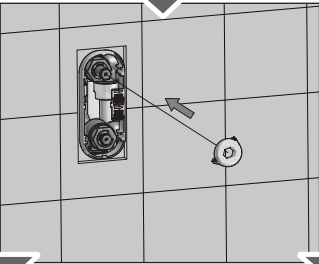
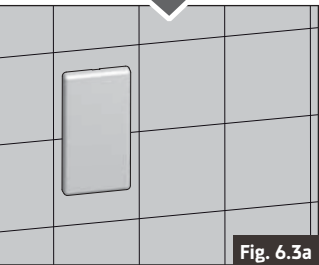

Fig. 6.2
Fig. 6.3a
- Verwijder de voorgesneden plug ter bescherming van de kranen (Fig. 6.2).
Verwijder de plug 6 in Fig. 2 en plaats de sleutel voor het handbediend openen van de kranen 8 in Fig. 2 (zie het deel "Wandmontage", Fig. 6.2). Breng de plaat 9 in Fig. 2 aan en laat de 4 geleiders over de speciale sleuven in de opening waar eerst de plug 6 (Fig. 6.3a) zat lopen. De plaat kan tijdelijk worden verwijderd als u de kranen wilt inspecteren of openen of sluiten.
Verwijder de plug 6 in Fig. 2 (zie het deel "Wandmontage", Fig. 6.2), zie Fig. 3, breng de pennen (B) aan op de koppelingen van de kranen van de collector (A) en zet ze vast met de schroeven (C). Monteer de verchroomde doppen (D) met de geribbelde pennen en druk ze helemaal aan. Breng de rode en blauwe ring aan in de goten in de geperforeerde plaat 9 in Fig. 2 zodat u de kranen voor koud en warm water kunt herkennen zonder dat u de binnenkant moet inspecteren. Breng vervolgens de geperforeerde plaat aan en laat de 4 geleiders over de speciale sleuven in de opening van de deksel 6 lopen tot hij vast zit (Fig. 6.3b). Voltooi de montage van de draaiknoppen door de verchroomde doppen (E) vast te zetten. De plaat kan tijdelijk worden verwijderd als u de kranen wilt inspecteren, openen of sluiten, mits u de doppen van de draaiknoppen verwijderd.